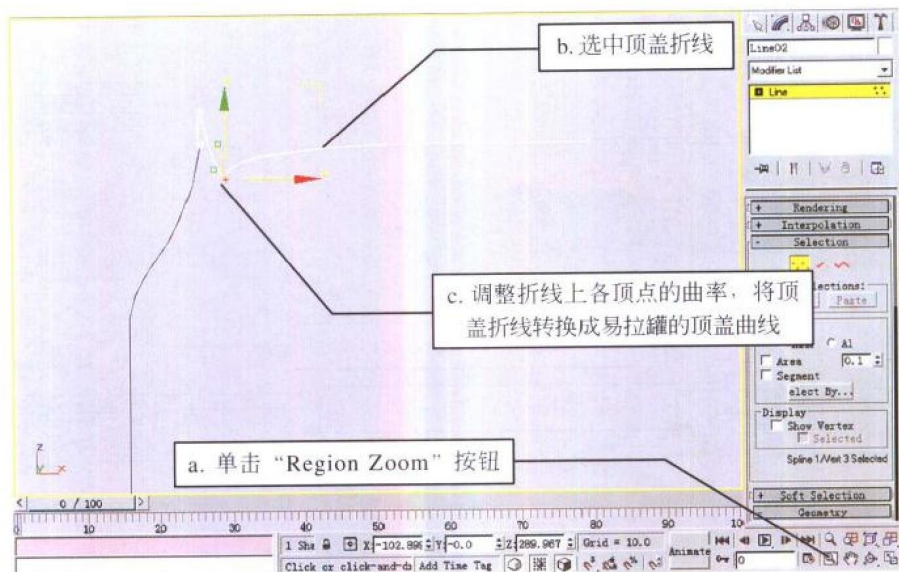

图 1-1-7
(10) 单击视图控制区中的“Region Zoom”(区域缩放)按钮,见图1-1-7中的a。在易拉罐顶盖折线的周围用鼠标拖出一个矩形区域,将这个区域放大,如图1-1-7所示。
(11) 选中顶盖折线,见图1-1-7中的b。重复步骤(6)~(8)的操作,调整折线上各顶点的曲率,将顶盖折线转换成易拉罐的顶盖曲线,见图1-1-7中的c。